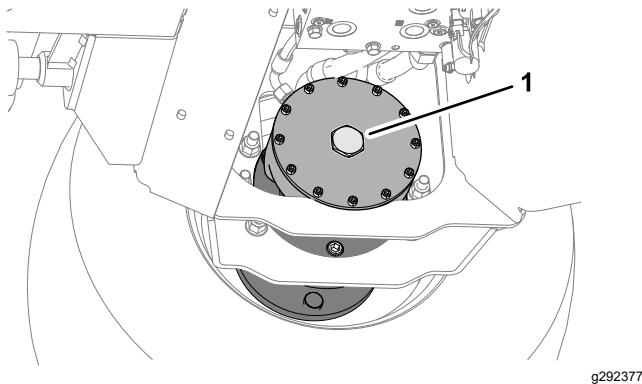

Figura 38
2. Montate il tappo esagonale sulla piastra terminale del motore (Figura 38).
6. Riponete i 2 bulloni 12 x 40 mm e le 2 rondelle da 12 mm che si trovano nelle guide di sostegno della pedana (**Figura 38**).